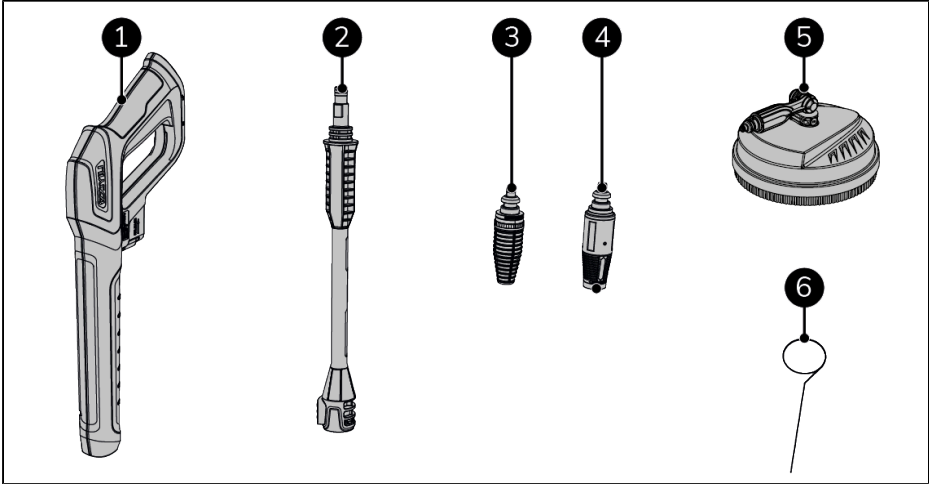

Abbildung 46.
1. Halten Sie die Strahlpistole (Abbildung 46, Pos. 1) mit beiden Händen fest.
2. Platzieren Sie den Bodenreiniger (Abbildung 46, Pos. 5) auf die zu reinigende Fläche.